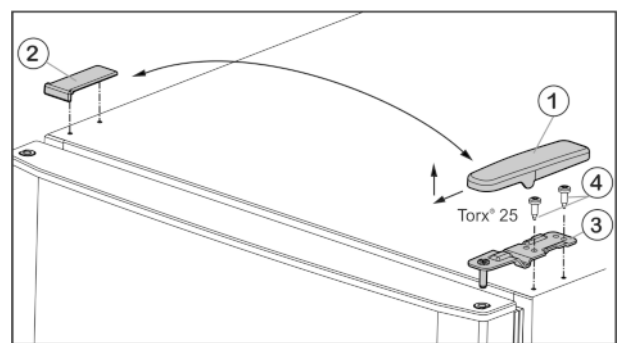
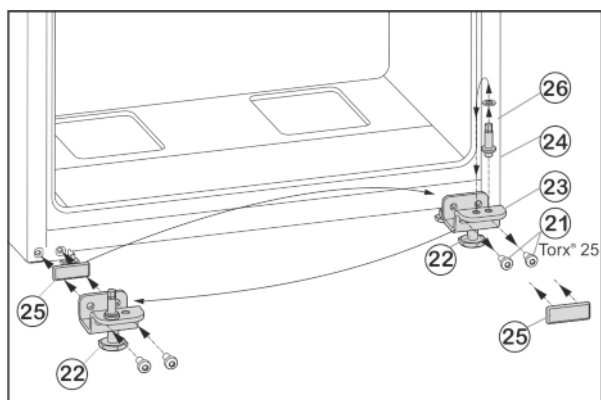

Fig. 4
Fig. 6
- Enlever le cache Fig. 4 (1) vers l'avant et vers le haut.
- Retirer le cache Fig. 4 (2).
- Dévisser le support d'appui supérieur Fig. 4 (3) (2 Torx® 25) Fig. 4 (4) et retirer vers le haut.
- ▶ Desserrer les vis de fixation Fig. 6 (21).
- ▶ Retirer l'ensemble du support de palier inférieur Fig. 6 (23) avec le boulon de palier Fig. 6 (24), la rondelle Fig. 6 (26) et le pied de réglage Fig. 6 (22).
- ▶ Dévisser l'ensemble du boulon de palier Fig. 6 (24) avec la rondelle Fig. 6 (26), déplacer le tout dans le trou de préhension du côté opposé du support de palier et revisser fermement.
- ▶ Retirer avec précaution la plaque de recouvrement Fig. 6 (25) et la déplacer du côté opposé.
- ▶ Revisser l'ensemble du support de palier inférieur Fig. 6 (23) avec le boulon de palier Fig. 6 (24), la rondelle Fig. 6 (26) et le pied de réglage Fig. 6 (22) du côté de la nouvelle charnière, au besoin à l'aide d'une visseuse sans fil (**en appliquant un couple de 4 Nm**).
- ▶ Placer la porte inférieure depuis le haut sur le boulon Fig. 6 (24).
- ▶ Remettre en place le support de palier du milieu (13) à 180° dans la porte inférieure et la visser solidement à l'aide des vis de fixation (11) (2 fois Torx® 25) sur le nouveau côté de la charnière (**avec 4 Nm**).
- ▶ Remettre en place la rondelle de plastique (10).
- ▶ Mettre en place la porte supérieure sur le support de palier (13).
- ▶ Placer le support d'appui supérieur Fig. 4 (3) sur le nouveau côté charnière de porte.
- ▶ Revisser le support de palier (**en appliquant un couple de 4 Nm**) (2 Torx® 25) Fig. 4 (4). Utiliser au besoin une visseuse sans fil.
- ▶ Remettre en place l'habillage Fig. 4 (1) du côté opposé depuis l'extérieur et l'enclencher.
- ▶ Remettre en place l'habillage Fig. 4 (2) du côté opposé depuis le dessus et l'enclencher.
- ▶ Dévisser le pied de réglage Fig. 6 (22) au niveau du support de palier inférieur Fig. 6 (23) jusqu'à ce qu'il repose au sol.